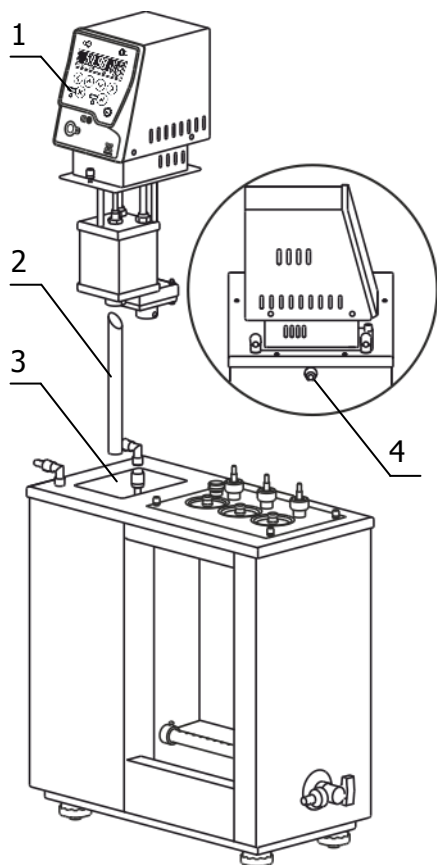

Рисунок 3 — Установка блока регулирования
2.2.3 В выходной патрубок блока регулирования вставить выходную трубку 2 (рисунок 3) косым срезом до упора и зафиксировать винтом.
Включить блок регулирования в соответствии с документом ТКЛШ 3.222.009-21 РЭ «Блок регулирования температуры погружной циркуляционный М03М». При работе циркуляционного насоса уровень теплоносителя в буферной ванне понизится. Доливать теплоноситель следует до тех пор, пока он не начнет переливаться через штуцер 4 (рисунок 3). Для улучшения видимости меток вискозиметров рекомендуем использовать источник света, расположенный у задней стенки термостата.